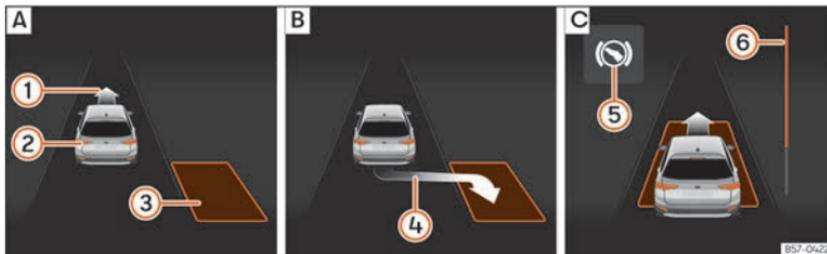
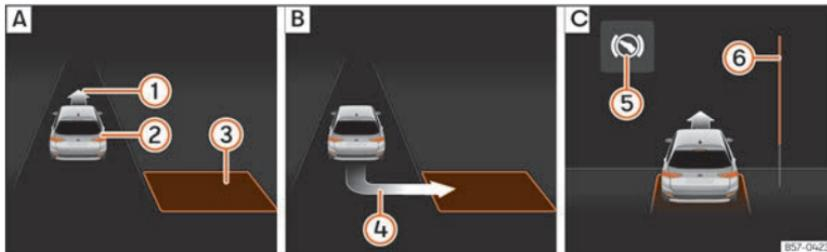

Abb. 144 Am Bildschirm des Kombi-Instruments: längs einparken. **A:** Parklücke suchen. **B:** Position zum Einparken. **C:** Rangieren.
Abb. 145 Am Bildschirm des Kombi-Instruments: quer einparken. **A:** Parklücke suchen. **B:** Position zum Einparken. **C:** Rangieren.
- Prüfen Sie anhand der Anzeige im Bildschirm des Kombi-Instruments, ob die Parklücke als „geeignet“ erkannt wurde und ob die korrekte Position zum Einparken » (Abb. 144) **B** oder
» (Abb. 145) **B** erreicht wurde. Die Parklücke wird als „geeignet“ betrachtet, wenn auf dem Bildschirm des Kombi-Instruments die Anzeige zum Einparken erscheint **④**.
- Fahren Sie rückwärts, bis das Dauertonsignal des ParkPilot ertönt; **ODER:** fahren Sie zurück, bis auf dem Bildschirm des Kombi-Instruments die Anzeige für Vorwärtsfahren »» (Abb. 144) ☐ oder »» (Abb. 145) ☐ erscheint; **ODER:** fahren Sie zurück, bis am Bildschirm des Kombi-Instruments die Meldung **Park Assist beendet** erscheint. Die Fortschrittsanzeige ⑥ zeigt den zurückzulegenden Abstand an.
- Treten Sie auf das Bremspedal, bis die Lenkbewegungen des Parklenkassistenten beendet sind; **ODER:** bis das Symbol (S) am Bildschirm des Kombi-Instruments erlischt.
- Fahren Sie vorwärts, bis das Dauertonsignal des ParkPilot ertönt; **ODER:** fahren Sie vorwärts, bis am Bildschirm des Kombi-Instruments die Anzeige zur Rückwärtsfahrt erscheint. Der Parklenkassistent lenkt das Fahrzeug so lange beim Vorwärts- und Rückwärtsfahren, bis das Fahrzeug gerade in der Parklücke steht »» (Abb. 144) ☐ bzw. »» (Abb. 145) ☐.
Die Fortschrittsanzeigen »» (Abb. 144) ⑥ und »» (Abb. 145) ⑥ am Bildschirm des Kombi-Instruments zeigt symbolisch die noch zu fahrende relative Fahrstrecke an. Je länger die Distanz ist, desto größer ist der Füllstand des Fortschrittsbalkens. Bei Vorwärtsfahrt nimmt die Füllung des Fortschrittsbalkens nach oben ab und bei Rückwärtsfahrt nimmt die Füllung des Fortschrittsbalkens nach unten ab.